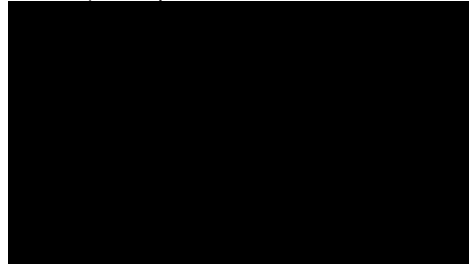

Рис. 29 Обслуживание свечи зажигания
1. Снимите со свечи зажигания колпачок высоковольтного провода и удалите грязь вокруг свечи зажигания (Рис. 29).
4. Измерьте зазор между электродами свечи зажигания специальным щупом. Зазор должен быть  $0,7-0,8$  мм (Рис. 29). При увеличении, или уменьшении требуемого зазора, рекомендуется заменить свечу, так как регулировка зазора может привести к изменению качества искрообразования.